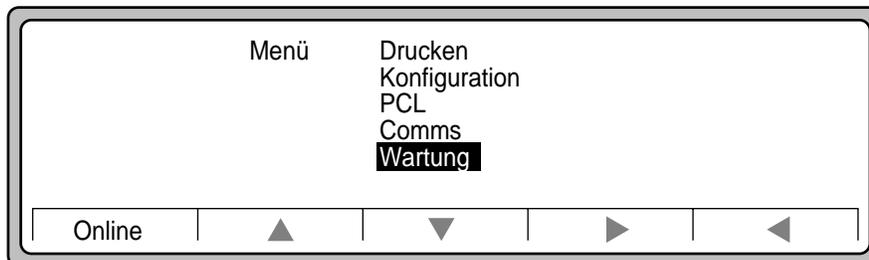

Abbildung A-2 Untermenü Menü
2. Drücken Sie den **Abwärts Pfeil**, um die Option **Wartung** hervorzuheben. Drücken Sie den **Rechts Pfeil**. Siehe Abbildung A-2.
3. Wählen Sie **ersetzen** aus, und drücken Sie den **Rechtspfeil**. Siehe Abbildung A-2.